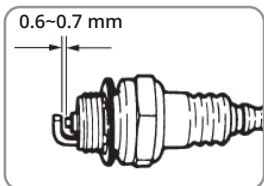

Fig. 20
4. Bougie d'allumage (Fig. 20).